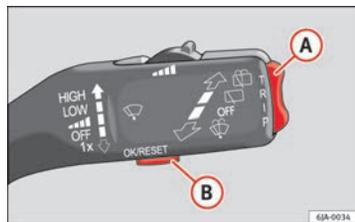

Fig. 34 Indicatore multifunzione: elementi di comando
Premere il tasto **(B)** ⇒ fig. 34 ⇒ pagina 62 per selezionare la memoria.
Il tasto per cambiare le funzioni (A) ⇒ fig. 34 e il tasto per cancellare la memoria (B) si trovano sulla leva del tergicristalli.
- Premere brevemente il tasto (B) ⇒ fig. 34.
- Premere brevemente l'interruttore a bilanciere (A) ⇒ fig. 34 in alto o in basso. In questo modo, vengono visualizzate successivamente nel display le funzioni dell'indicatore multifunzione.
- Tenere premuto il tasto (B) ⇒ fig. 34.
A temperature inferiori a +4 °C, viene visualizzato anche il simbolo del cristallo di ghiaccio (segnale di avvertenza di carreggiata gelata) e si attiva un segnale acustico. Premendo il tasto basculante (A) ⇒ fig. 34 ⇒ pagina 62 compare l'ultima funzione visualizzata.
Il display visualizza il tempo trascorso dall'ultimo azzeramento della memoria. Per misurare la durata del viaggio da un momento preciso, cancellare la memoria premendo il tasto **(B)** ⇒ fig. 34 ⇒ pagina 62.
Per misurare il consumo medio in un determinato periodo, cancellare prima la memoria premendo il tasto **(B)** ⇒ fig. 34 ⇒ pagina 62. Per i primi 300 m circa di marcia successivi all'azzeramento della memoria il valore non compare sul display.
Sul display compare il chilometraggio percorso dall'ultimo azzeramento della memoria ⇒ pagina 61. Per misurare la durata del viaggio da un momento preciso, cancellare la memoria premendo il tasto **(B)** ⇒ fig. 34 ⇒ pagina 62.
Il display indica la velocità media in km/h calcolata dall'ultimo azzeramento della memoria ⇒ pagina 61. Per misurare la velocità media in un determinato periodo, cancellare prima la memoria premendo il tasto **(B)** ⇒ fig. 34 ⇒ pagina 62.
- Premere il tasto **(A)** ⇒ fig. 34 ⇒ pagina 62 e selezionare **Avviso velocità**.